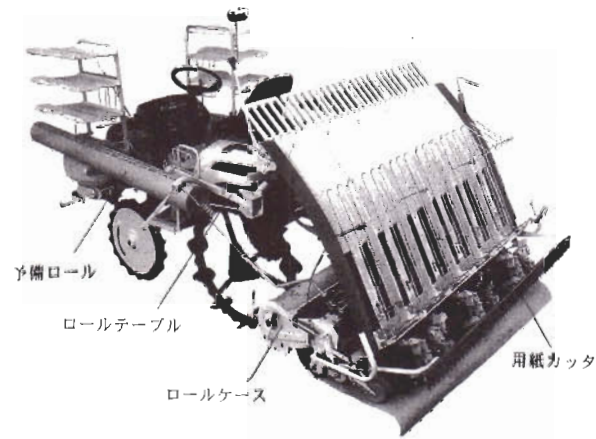
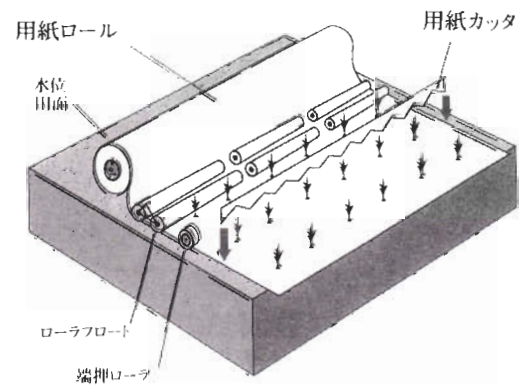
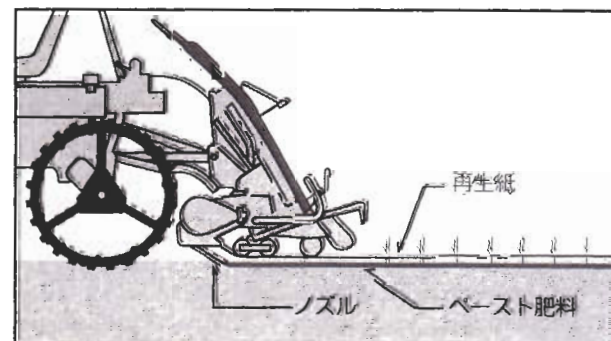

図1 軽量紙マルチ田植機の構造と名称
図2 紙敷設機構の模式図
図3 側条施肥作業の模式図
(1) 本機は、6条植えの田植機でペースト施肥機付きです(図1)。また、付属するフロートシートの装着により通常の田植機として使うこともできます。
(2) 本機の特徴である主な構造と機能は以下のとおりです。
- ①植付部前方にはロールケースがあり、ここにセットされたロール状のマルチ用紙は、ここからガイドに沿って繰り出されます。
- ②繰り出されたマルチ用紙は、3分割のローラ型フロートと端押えローラの働きで田面に密着し、田植機の走行に伴い田面に敷き詰められます(図2)。
- ③植付爪はマルチの上から穿孔と同時に苗を植付けます。
- ④機体最後尾には、一行程の終わりで用紙を切断するための用紙カッターがあります。
- ⑤側条施肥を行う場合は、用紙敷設部直前のノズルによりペースト肥料が施用されます(図3)。
- ⑥植付部の自動昇降はローラ型フロートをセンサーとして油圧コントロールされます。また、均平に敷設するための水平制御を追従性の高いマイコンにより行っています。
- ⑦マルチ用紙には、新しく開発された軽量型(幅1.9m、1ロール125m、坪量90g/m²)の再生紙を使用します。本機には、予備ロール2本を含め3本のロール(6.75アール分)を搭載できます。
- ⑧予備ロール2本は田植機前部の両翼にあるロールテーブルに積載されます。ロールケースへの用紙のセットは本機のロールテーブルを回動させて行うため、ほ場を踏み荒らすことはありません。